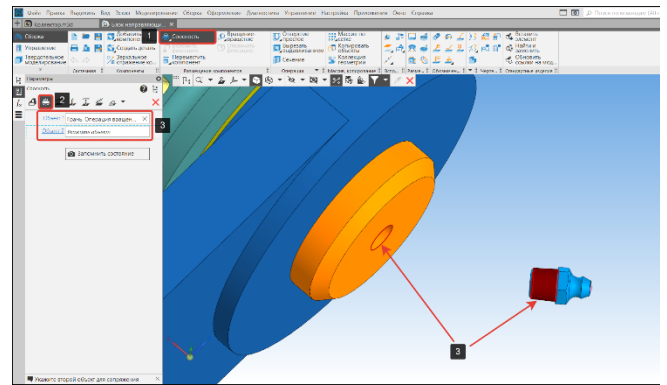

Рисунок 320 – Сопряжение Соосность Масленка-Ось
- В панели размещение компонентов выберем операцию совпадение (1) подоперация соосность (2) (Рисунок 320);
- Зададим соосность цилиндрических поверхностей (3) оси и масленки (Рисунок 320);